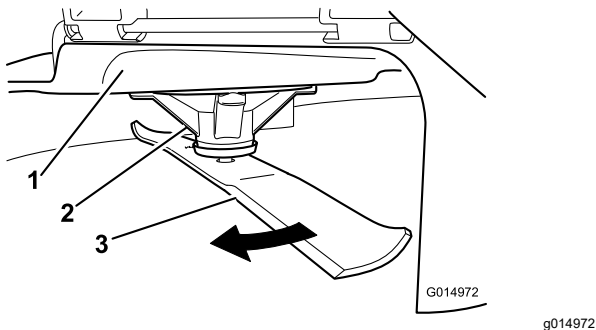

Bild 57
2. Tragen Sie dicke Handschuhe oder andere angemessene Handschuhe und drehen Sie das Messer langsam in eine Stellung, in der das Messen des Abstands zwischen der Schnittkante und der ebenen Fläche der Maschine möglich ist (Bild 57).